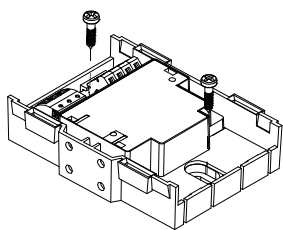

Рис. 2
- непосредственно в шкафу или контрольной панели на ровной поверхности (Рис.2).
2. Закрепите модуль двумя винтами (M4). (Рис.2) Расстояние между отверстиями для установки: 63.5 ± 1.0 мм.